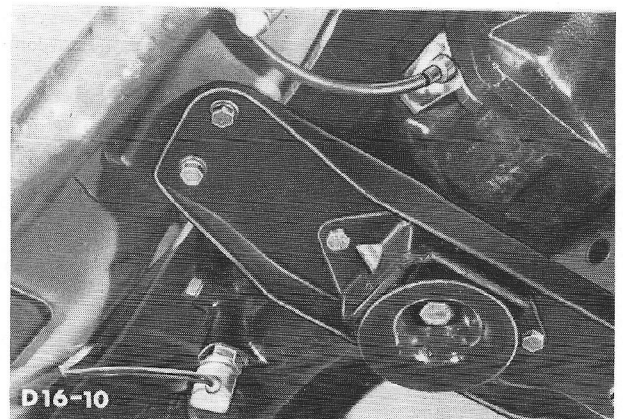

Fig.21 Draad van achteruitrijlampschakelaar losmaken.
5. Verwijder de snelheidsmeterkabel van de versnellingsbak (1 bout en borgplaatje) en maak de draad van de schakelaar voor de achteruitrijlamp los (fig.21).